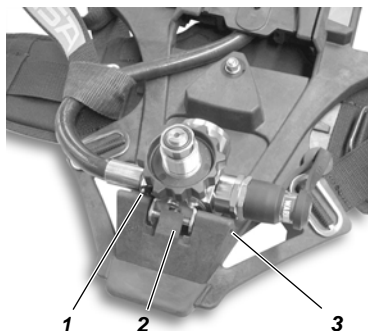
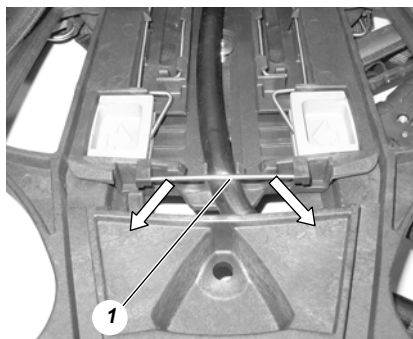

Fig. 9 Remova o redutor de pressão
Fig. 10 Remova a linha
- (4) Deslize os chumaços dos ombros para a posição mais baixa das ranhuras das guias laterais da placa de transporte deslizante, incline um pouco os botões para fora e tire os chumaços das ranhuras das guias.
- (5) Desaperte os chumaços dos ombros e o cinto da placa de transporte.
- (6) Prima a cavilha de retenção (consulte a Fig. 10) do tubo multicanais para baixo e retire-a.
- (7) Faça o mesmo no outro lado da placa de transporte.
- (8) Remova a linha multicanais da guia da placa de transporte.
- (9) Empurre o eixo (3) do suporte do redutor de pressão (consulte a Fig. 9).
- (10) Remova o redutor de pressão da placa de transporte, **não** empurre a mola de paragem (2).